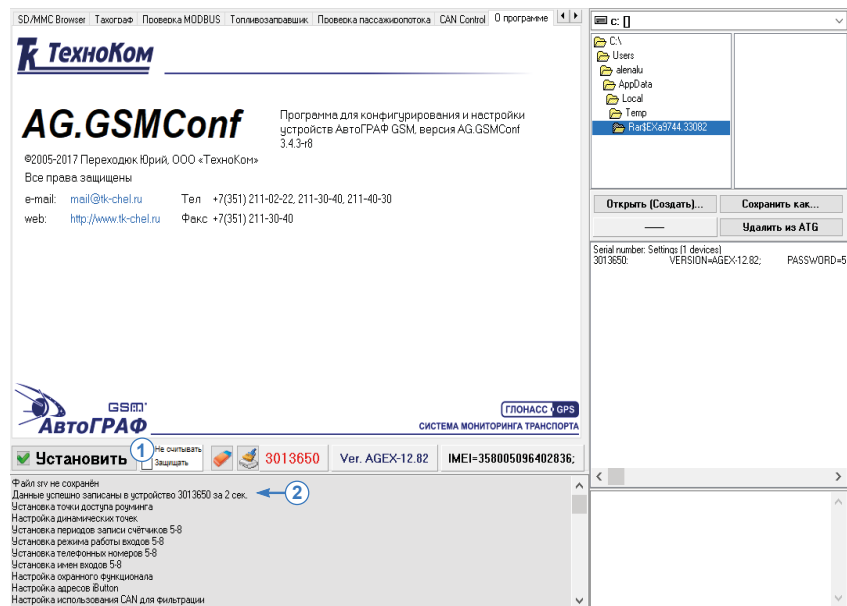

Рис.99. Запись настроек в прибор.
**1. Кнопка «Установить»** – кнопка позволяет записать настройки в подключенный прибор. При успешной записи настроек высветится значок  и появится строка об успешной записи в окне состояния (Рис.99, п.2).